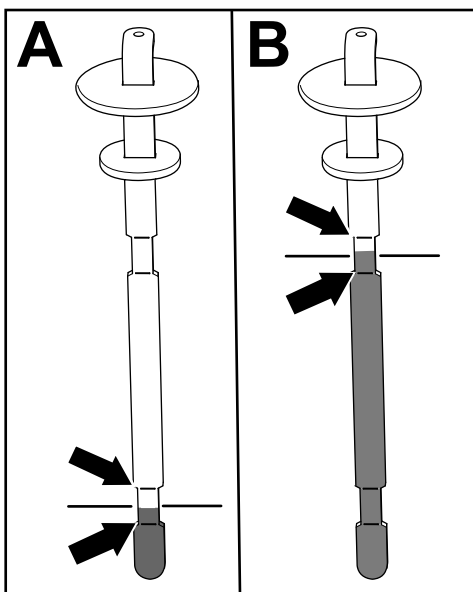

Рисунок 84
5. Извлеките щуп и проверьте уровень рабочей жидкости (Рисунок 84).
- Если у вас на машине установлен режущий блок: уровень гидравлической жидкости должен находиться на соответствующем уровне между 2 нижними отметками на щупе (A на Рисунок 84). Также допустимо, если уровень жидкости находится выше нижних отметок.
приводом: уровень гидравлической жидкости должен находиться на соответствующем уровне между 2 верхними отметками на щупе (В на Рисунок 84).